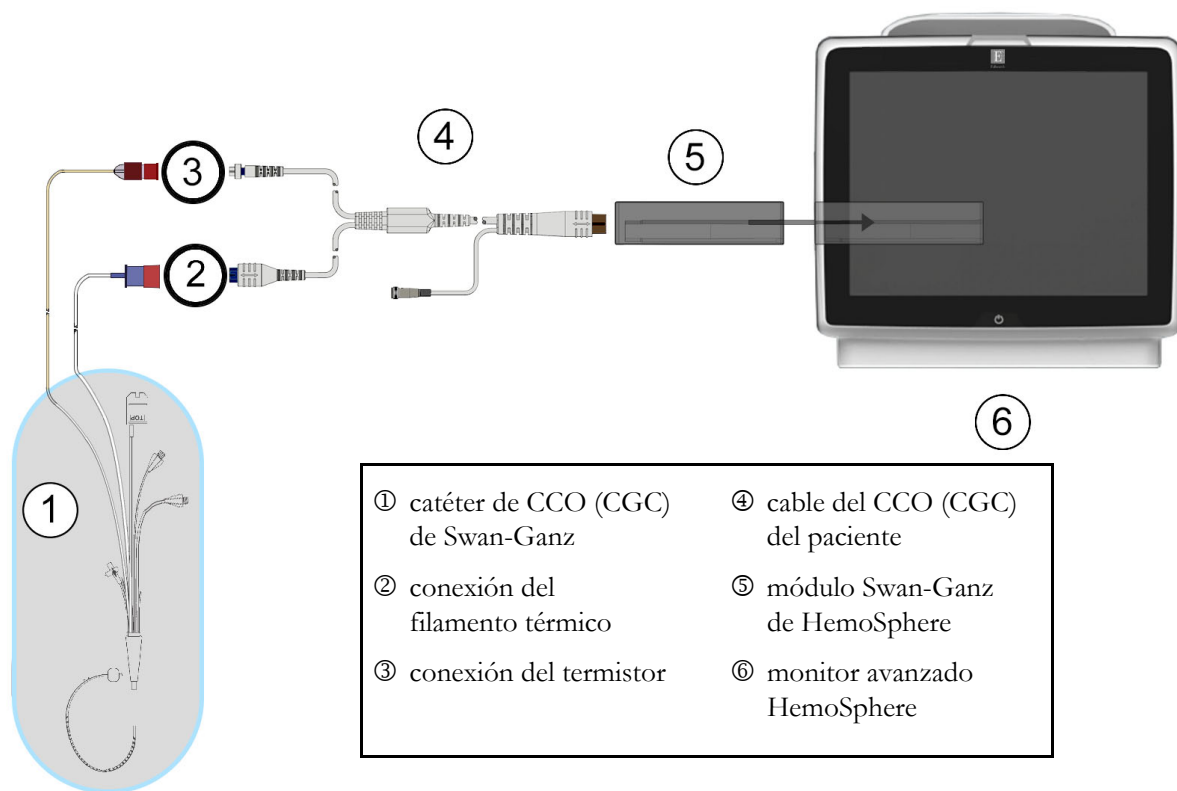

Figura 9-4 Descripción general de la conexión del GC
- 2 Acople el extremo del catéter del cable del paciente a los conectores del termistor y del filamento térmico del catéter de CCO (CGC) de Swan-Ganz. Estos conectores están señalados con los números ② y ③ en la figura 9-4 en la página 151.